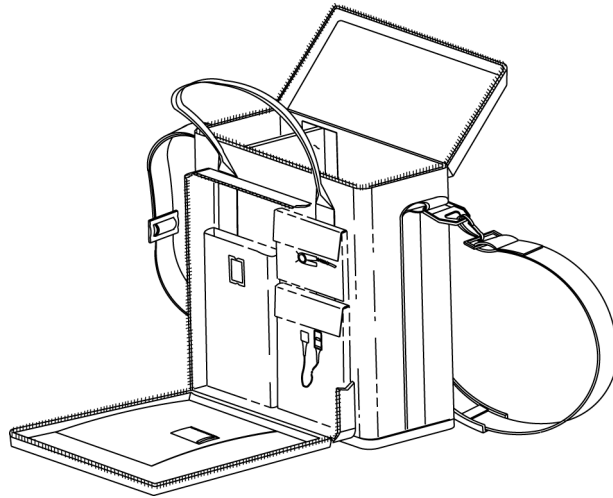

Figure 10 : Mallette de transport souple
- Mallette de transport souple. Voir Figure 10 à la page 129.
Une mallette de transport souple est disponible en option auprès de Nellcor pour le N-600x. Voir Figure 10. Cette mallette rembourrée protège le N-600x pendant son transport. Elle comporte deux poches pour le rangement des capteurs *OxiMAX*, des câbles et du manuel d'utilisation. Il est possible de commander la mallette de transport directement auprès de Nellcor.